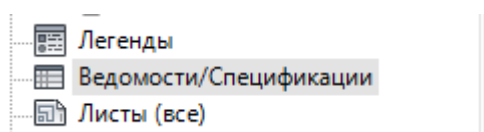

Рисунок 5.22. Раздел Ведомости/Спецификации Диспетчера проекта
1. В «Диспетчере проекта» щелкнуть правой кнопкой мыши по разделу «Ведомости/Спецификации» (рис. 5.22).